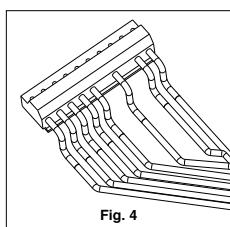

Fig. 4
- Effettuare i collegamenti ai connettori del comando (Fig. 4).